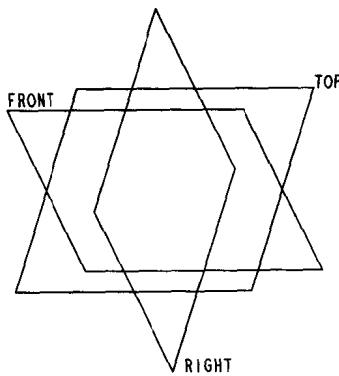

图 1.1
- 开始创建 3D 模型前，先创建 3 个默认的基准坐标系 (Datum coordinate system) PRT_CSYS_DEF 及基准平面 (Default datum plane) RIGHT、TOP、FRONT，如图 1.1 所示，其作用如下：